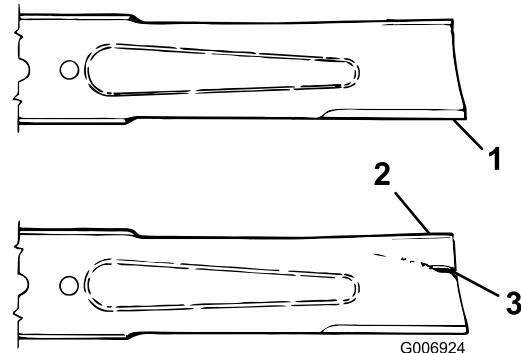

Рисунок 65
3. Осторожно проверьте режущие кромки ножей, особенно в точке соединения плоской и изогнутой частей ножа (Рисунок 65).
4. При обнаружении износа (Рисунок 65) замените нож; см. Снятие и установка ножа (страница 63)